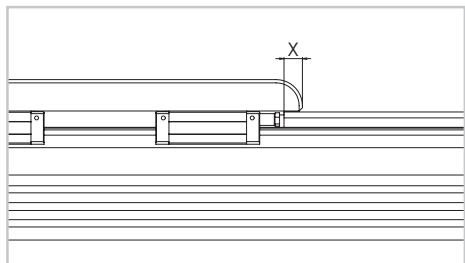

Fig. 2
- 1) Allentare le viti di sicurezza superiori poste sul carro (Fig. 2).